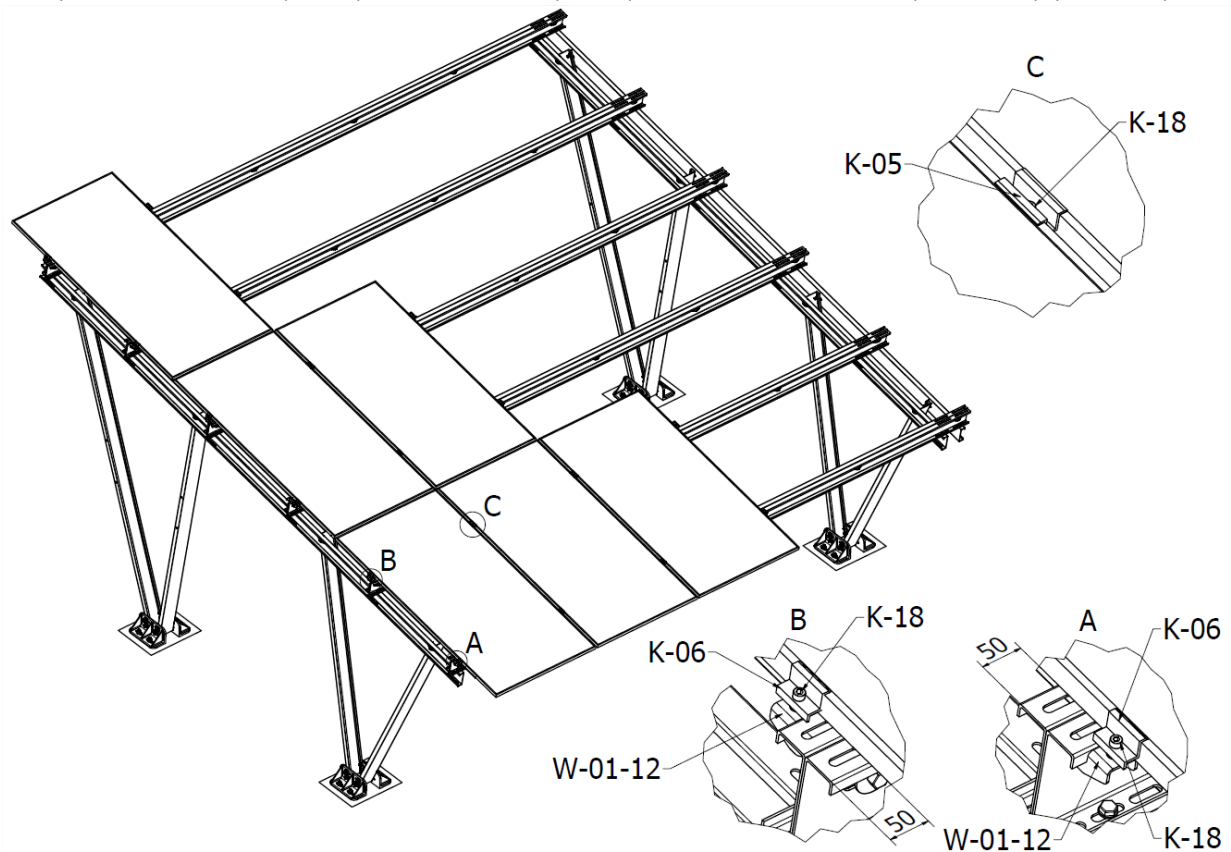

ABB.13 Installation von Fotovoltaikmodulen
- 11.** Der nächste Schritt ist die Montage der Photovoltaikmodule mit Hilfe der Halterungen(W-01-12), Mittelklemmen(K-05), Endklemmen(K-06) und Inbusschrauben(K-18-35) (ABB.13).